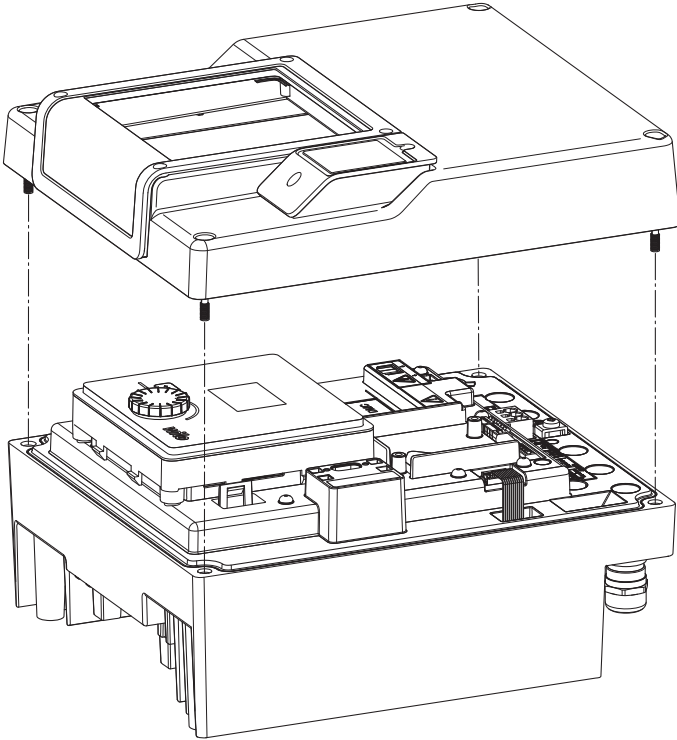

Fig. 45: Otvorenie krytu elektronického modulu
- Otvorte kryt elektronického modulu. (Fig. 45).